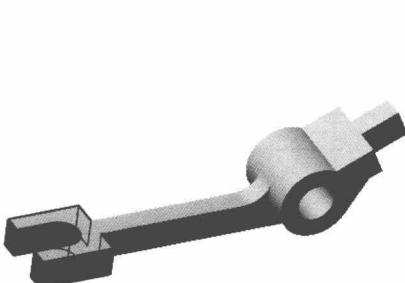
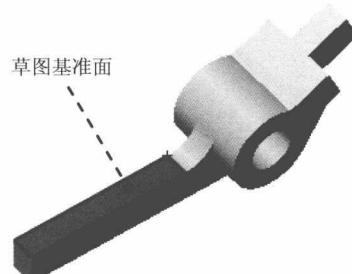
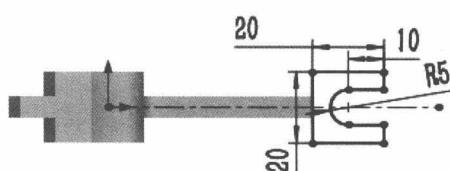

图 1.9 凸台-拉伸 3
图 1.10 草图基准面
图 1.11 横断面草图
Step5. 创建图 1.9 所示的零件特征——凸台-拉伸 3。选择下拉菜单 **插入①** → **凸台/基体②** → **拉伸③**... 命令 (或单击 **拉伸** 按钮); 选取图 1.10 所示的平面为草图基准面; 在草图绘制环境中绘制图 1.11 所示的横断面草图; 在“凸台-拉伸”对话框 **方向1** 区域的下拉列表中选择 **给定深度** 选项, 输入深度值 8.0; 单击 **确定** 按钮, 完成凸台-拉伸 3 的创建。